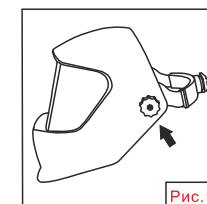

Рис.11
- 7.3 Регулируя степень затяжки винтов по обе стороны маски, можно изменить глубину посадки. Оптимальным считается, если линия «глаза – точка сваривания» проходит перпендикулярно свету фильтру. (см.рис. 11)